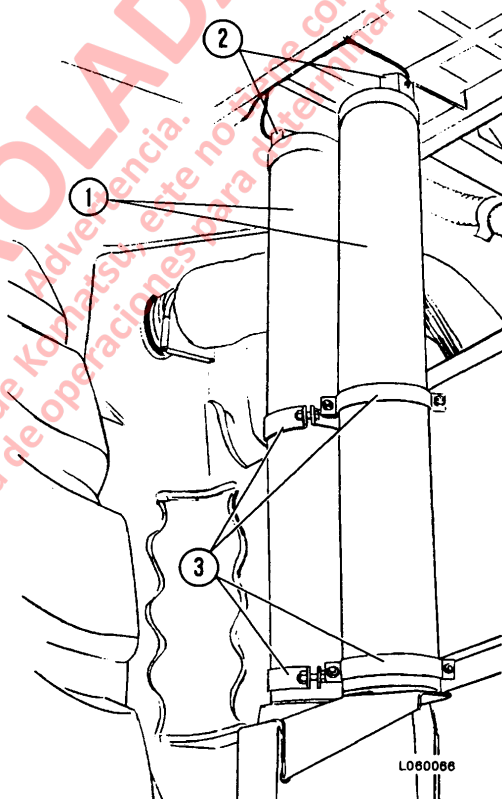

FIGURA 6-3. MONTAJE DEL ACUMULADOR
5. Saque los pernos de la banda de montaje (3, Figura 6-3) y saque las bandas de montaje.
2. Asegure el acumulador al soporte de montaje utilizando las bandas de montaje (3, Figura 6-3), pernos, golillas de seguridad y tuercas. No apriete demasiado las tuercas, ya que esto podría distorsionar el acumulador.